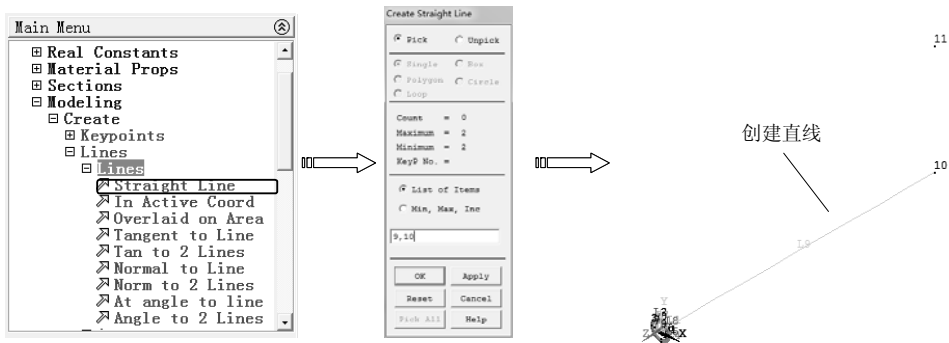

图 7-181 创建直线 L9
5) 选择 “Main Menu>Preprocessor>Modeling>Create>Lines>Straight Line” 命令，弹出 “Create Straight Line” 对话框，在图形区选择关键点 9 和 10，或直接输入两点编号 “9, 10” 绘制直线 L9，然后单击 “OK” 按钮创建直线，如图 7-181 所示。